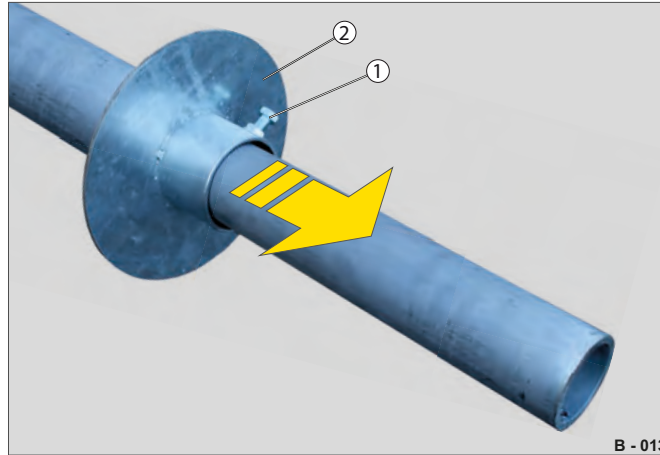

Fig. 5 Afmontering af flangen
- ▶ Løsn skrue(r)ne (Fig. 5 /1).
- ▶ Træk den højre og den venstre flange (Fig. 5 /2) af transportakslen.